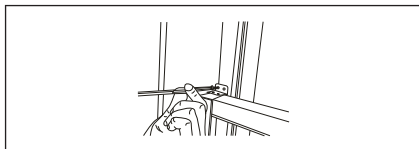

Fig. 16
6. Per bloccare il telaio scorrevole inferiore in posizione, fissare il tassello di sicurezza con una vite da 1/2" (12,7 mm) come illustrato (Fig. 16).